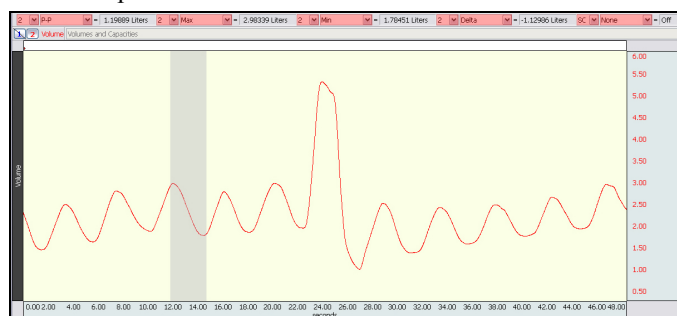

Fig. 12.25 Ejemplo de ciclo3 – selección de exhalación para medir VC
La medición P-P en Fig. 12.25 representa el segundo valor requerido para el cálculo promediado del VC.
- b) Use el **Cursor-I** para seleccionar la **exhalación** del ciclo 3 y anote el resultado P-P (Fig. 12.25). El área seleccionada debería estar desde el pico a la bajada del tercer ciclo.